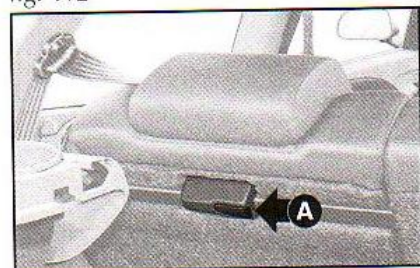

fig. 113
2) Destruar o encosto pela parte interna do porta-malas operando na alavanca **A-fig. 113** e basculá-lo para a frente.